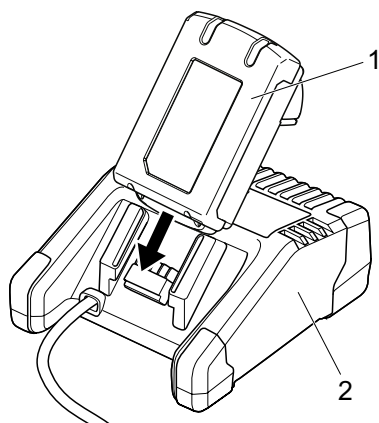

Fig. 10: Carga de la batería
1. Conecte el cargador (Fig. 10/2) a la fuente de alimentación.
2. Conecte la batería (Fig. 10/1) al cargador de baterías.
3. Retire la batería (Fig. 10/1) del cargador de baterías tan pronto como haya alcanzado el estado de carga deseado.
4. Después de la carga, desenchufe el cargador de baterías (Fig. 10/2) de la red eléctrica.